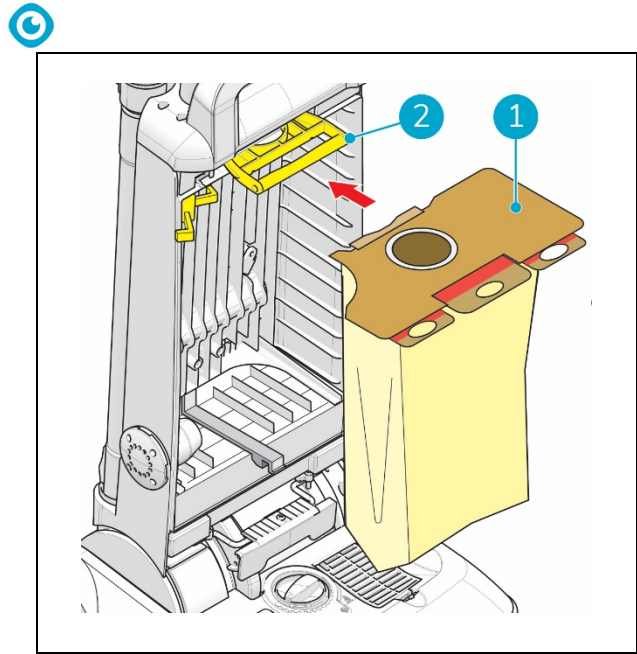

Figura 13
7. Introduza a moldura de cartão (Figura 13, posição 1) do saco de pó nas ranhuras, para inserir completamente o saco de pó.
8. Empurre a alavanca (Figura 13, posição 2) para dentro até esta bloquear.